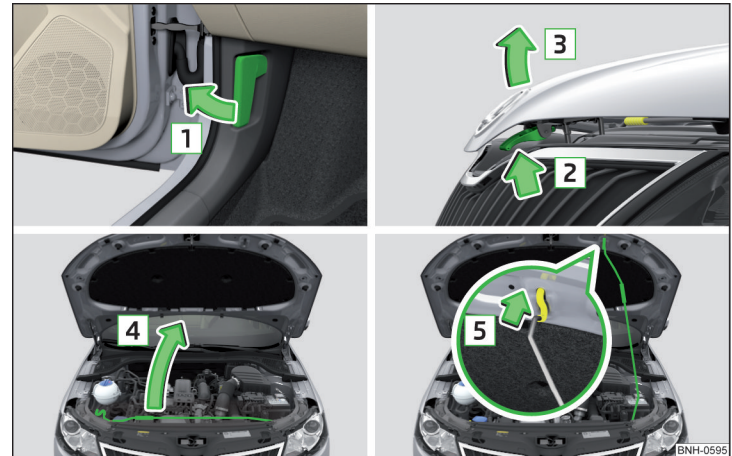

Fig. 145 Deschiderea capotei
- Deschideți portiera șoferului și trageți de maneta de deblocare de sub planșa de bord, în sensul săgeții **1** » fig. 145.